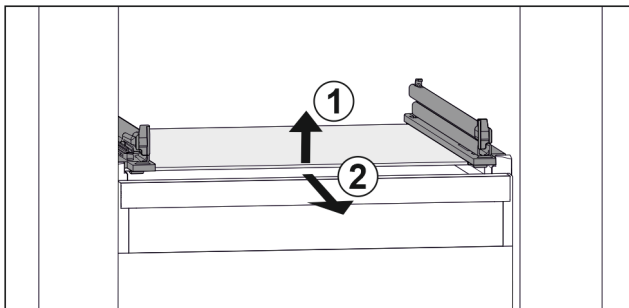

Fig. 121 Representación de la placa de vidrio a modo de ejemplo
- ▶ Levante la placa de vidrio por delante. *Fig. 121 (1)*
- ▶ Retire la placa de vidrio hacia delante. *Fig. 121 (2)*